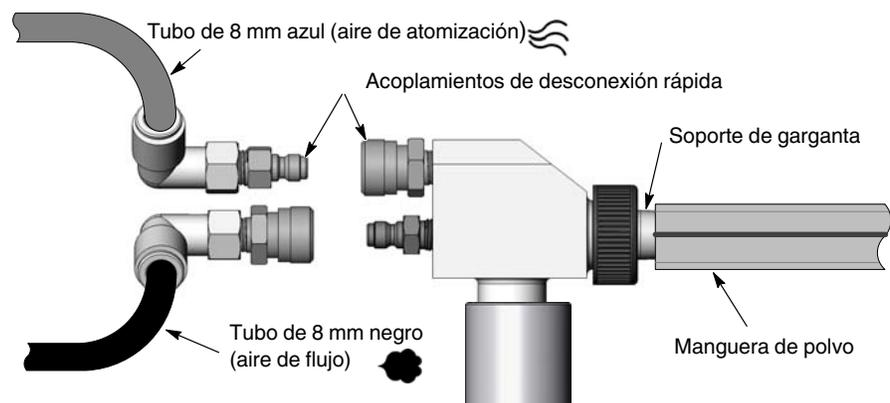

Figura 3-9 Conexiones de la bomba
1. Ver la figura 3-9. Enchufar el tubo de aire de atomización, azul de 8 mm, y el de aire de flujo, negro de 8 mm, en los racores del tubo de la bomba, tal y como se muestra.